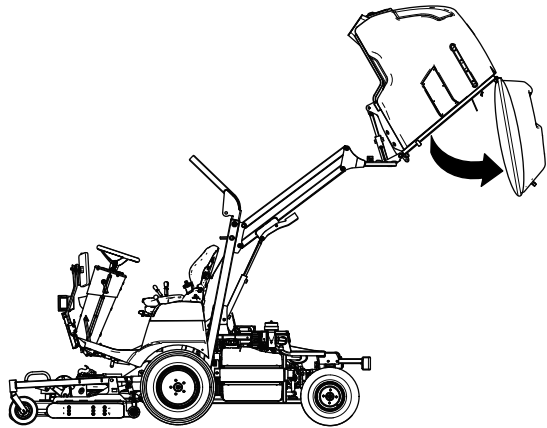

Figura 140
2. Eleve la tolva (Figura 140) a la posición más alta; consulte Elevación de la tolva \(página 33\).
3. Vacíe la tolva (Figura 140) y déjela en la posición totalmente vaciada, con la puerta trasera colgando libremente; consulte Vaciado de la tolva \(página 34\).